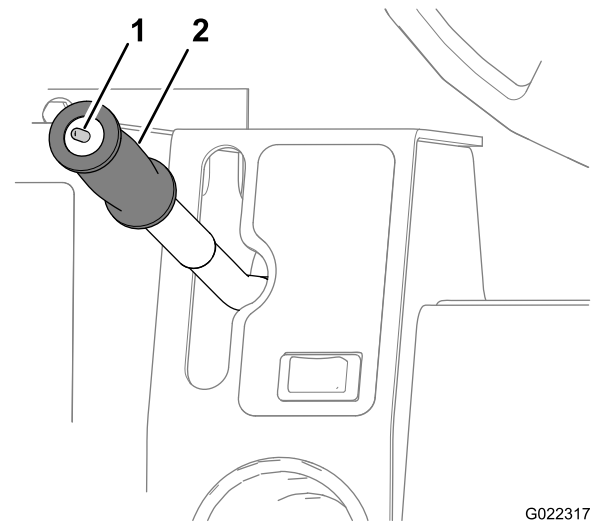

Figura 27
Este interruptor basculante (Figura 27) controla el modo del motor hidráulico y tiene 2 posiciones: Transporte y Trabajo. Seleccione la posición de funcionamiento deseada. Tire del interruptor hacia atrás (acercándolo a usted) para seleccionar la velocidad de Trabajo (W) o empuje el interruptor hacia delante (alejándolo de usted) para seleccionar la velocidad de Transporte (T).